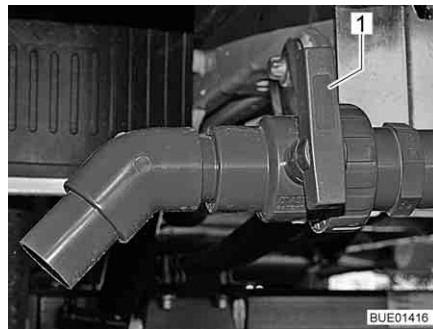

Bild 244 Avtappningskran
- Vrid utloppsventilens handtag (Bild 244,1) i flödesriktningen.